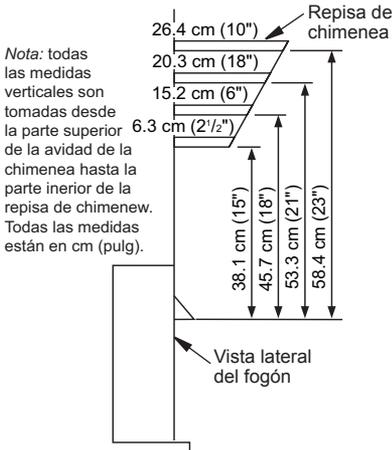

Figura 11 - Distancia mínima de la repisa para chimenea en instalaciones empotradas
C. Para las distancias mínimas de la repisa, consulte la figura 11, en la página 12.
La instalación para esta chimenea empotrada incluye la instalación de la misma dentro de un nicho enmarcado. Esto permite que el frente de la chimenea este alineado con la pared. Esta disponible un paquete de accesorios de adorno de latón (consulte *Accesorios*, en la página 40). Los adornos de latón sobrepasan los extremos de la chimenea por aproximadamente 1.27 cm (1/2") Esto cubrirá las esquinas ásperas de las paredes de la abertura de la chimenea. Si va a instalar una repisa empotrada arriba de la chimenea, debe seguir la distancias mínimas mostradas en la figura 11, de la página 12. Siga las instrucciones a continuación para instalar la chimenea de éste modo.
Si va a colocar una repisa arriba de la chimenea empotrada, debe cumplir con la distancia mínima entre la repisa y la parte superior de abertura de la chimenea (consulte la figura 11).